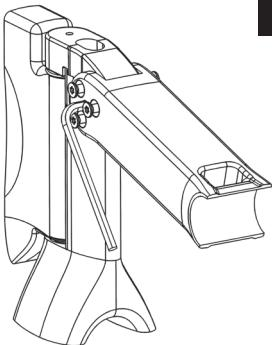

Fig. 11
2. Plaats een Allen sleutel van 5mm in het centrale gat van de mast aan de rechter kant (Fig. 11).